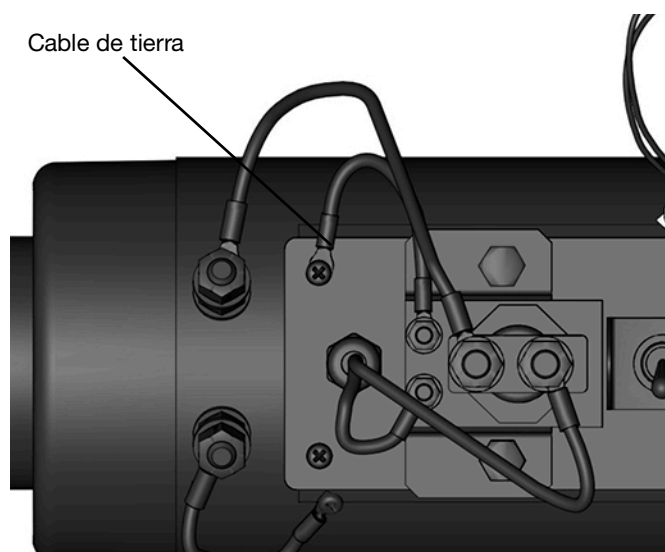

FIG. 42
13. Ponga los cuatro tornillos de la cubierta de la caja de terminales y apriételos, asegurándose de que el cable de tierra esté bien conectado (consulte FIG. 42).